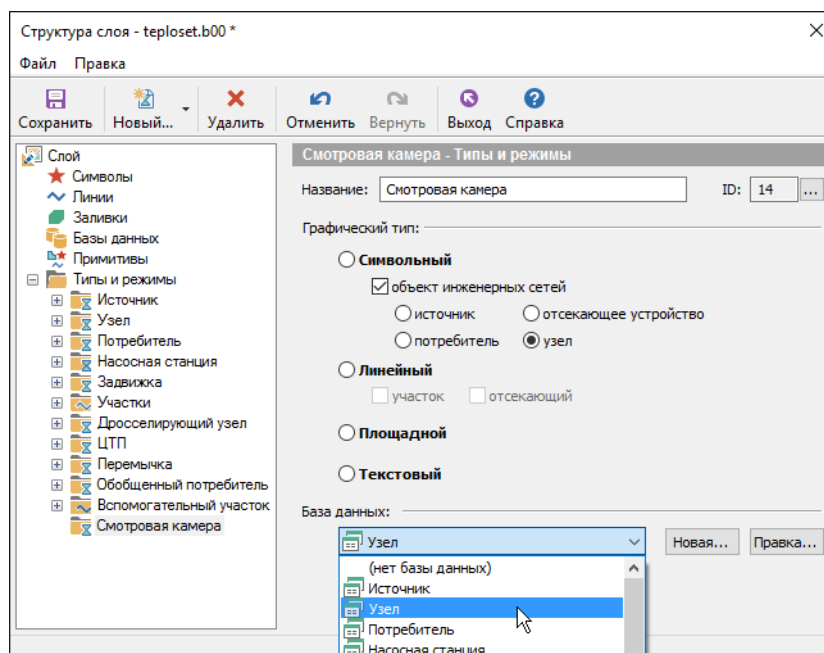

Рисунок 4.14. Выбор базы для нового типа
- Если надо, чтобы созданный тип использовал предварительно созданную базу данных, сделать щелчок левой кнопкой мыши по строке *База данных* и в выпадающем списке выбрать нужную базу, как показано на Рисунок 4.14, «Выбор базы для нового типа». Если база данных этому типу не нужна, этот пункт можно не выполнять.